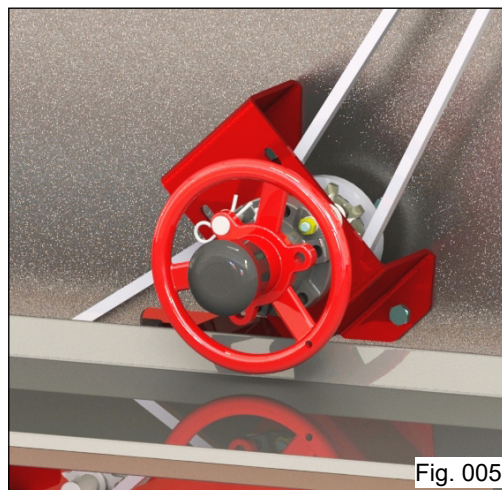

Fig. 005
- Volantes reguladores nas laterais dos depósitos (Fig. 005);